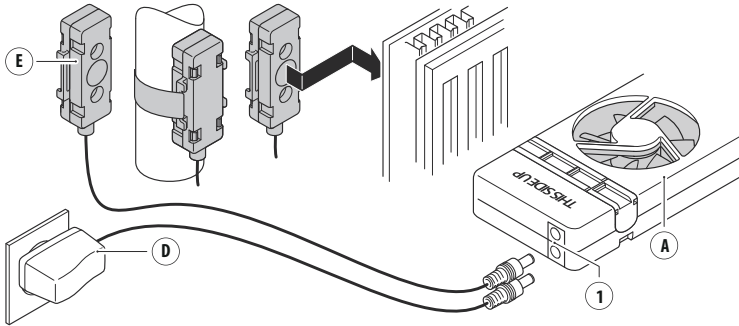

Abb. 3 - Anschließen des Netzadapters (D) und Temperatursensors (E).
- Verbinden Sie das **Temperaturfühlerkabel** (E) mit einer der **Anschlussbuchsen** (1) des **SpeedComfort** (A).
- Bringen Sie den **Temperaturfühler** (E) mit den verstellbaren Magneten (B) auf der Rückseite des Heizkörpers in der Nähe des Warmwasserzulaufrohrs oder am Rohr selbst an (siehe Abb. 3). Stellen Sie die Magnetschieber auf die korrekte Breite ein.
5. Verbinden Sie den **Netzadapter** (D) mit der verbleibenden **Anschlussbuchse** (1) und der Steckdose (siehe Abb. 3).